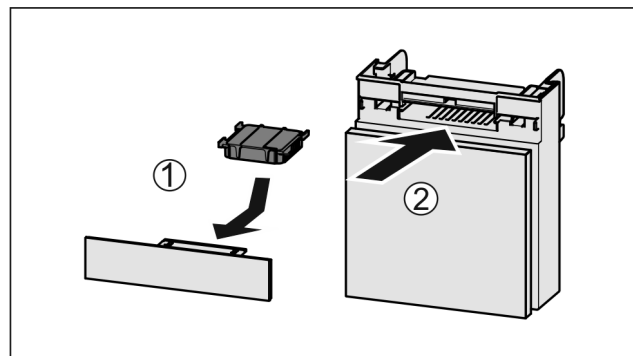

Fig. 115
- Umetnite filtara s aktivnim ugljenom kao što je prikazano na slici Fig. 115 (1).
- Umetnite pretinac Fig. 115 (2).